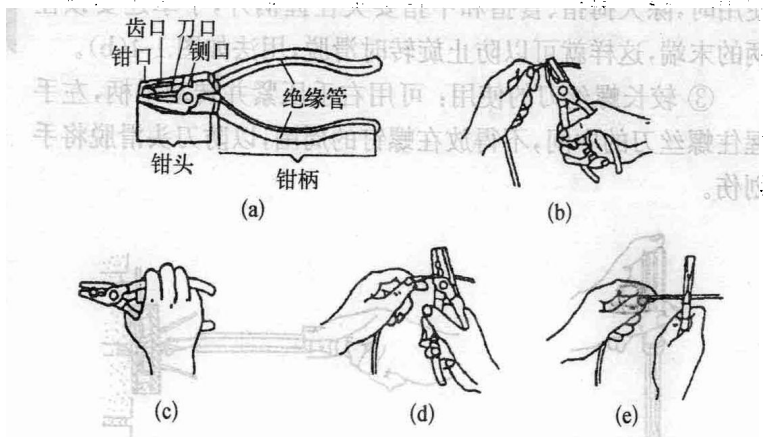

图 1-6 电工钢丝钳的结构及用途
(2) 钢丝钳 电工用钢丝钳为绝缘手柄,常用外形如图 1-6。
口、齿口、刀口和铡口四部分组成。钳口用来弯绞或钳夹导线线头；齿口用来紧固或起松螺母；刀口用来剪切导线或剖削软导线绝缘层；铡口用来铡切电线线芯、钢丝或铁丝等较硬金属。其结构及用途如图 1-6。